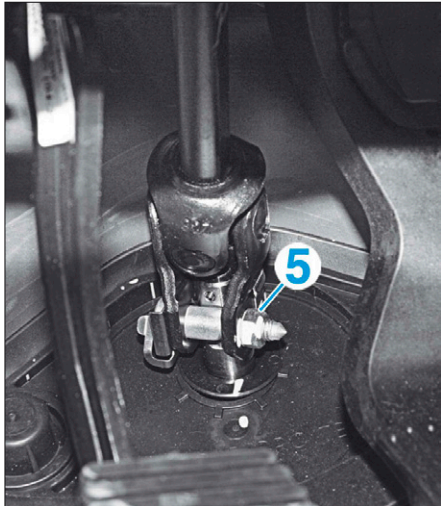

FIG. 8
- Déposer l'écrou (5) et extraire la vis du cardan de colonne de direction (Fig.8).